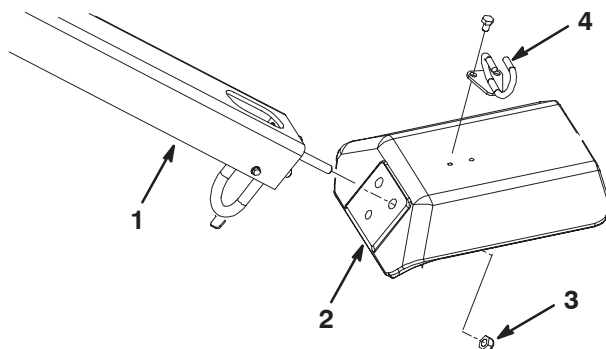

Figure 3
2. Insérez les goujons de fixation du timon dans les trous de la fourche (Fig. 3).
3. Fixez les goujons à la fourche avec (3) contre-écrous 1/2–20 (Fig. 3)
5. Montez le guide-câbles en haut de la fourche avec (2) vis 5/16 x 1/2 pouce (Fig. 3).